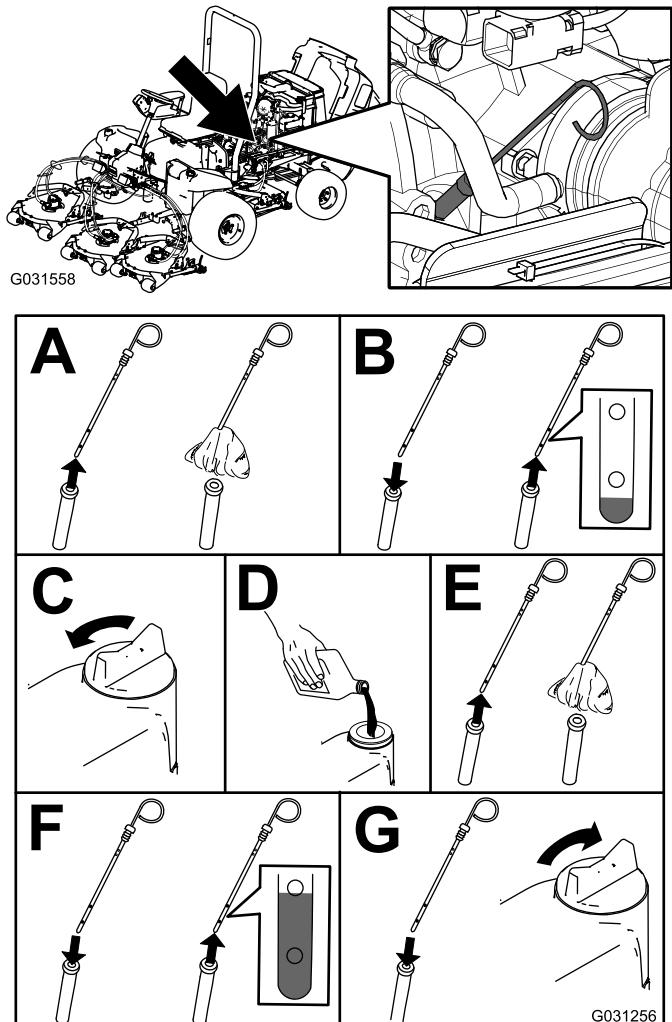

Figura 40
2. Compruebe el nivel de aceite del motor (Figura 40).